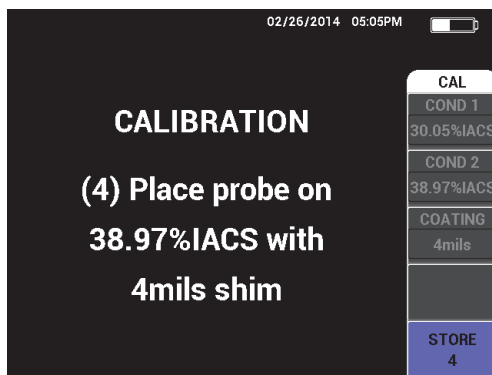

Figura 5-51 Instruções exibidas (4)
- O **COATING** (tecla C) é então destacado na exibição (veja Figura 5-51 na página 166).